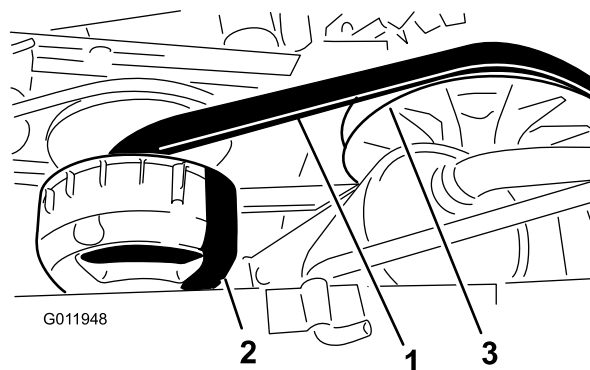

Figura 53
4. Haga girar la correa e inspecciónela (Figura 53) para asegurarse de que no está excesivamente desgastada o dañada.
- Haga girar la correa y llévela sobre el embrague secundario (Figura 53).
- Retire la correa del embrague primario (Figura 53).
- Coloque la correa nueva sobre el embrague primario (Figura 53).